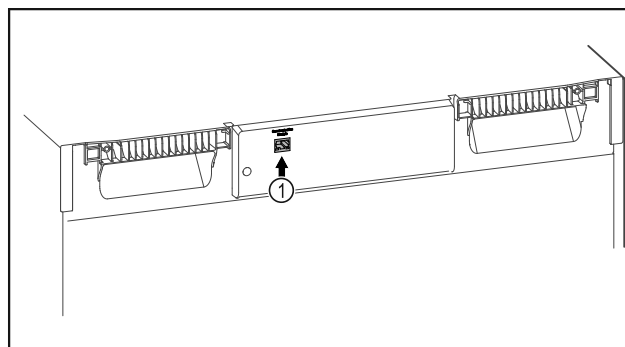

Fig. 86
- ☐ SmartModule Fig. 86 (1) se rabi.